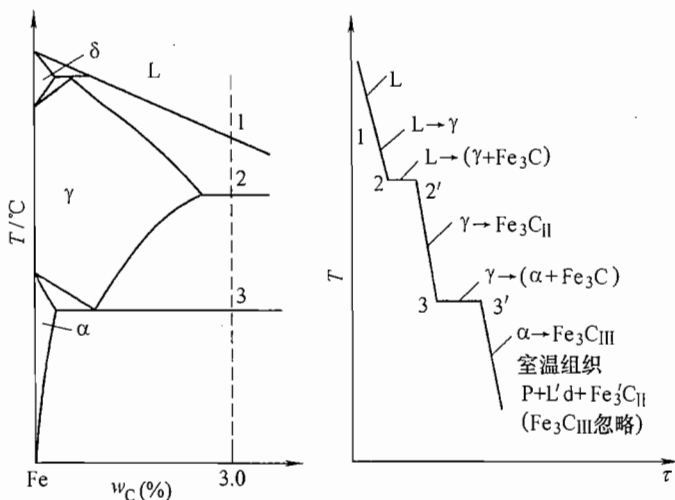

图 37-3 第四题第 3 小题解答图
3. 冷却曲线如图 37-3 所示。
含碳量为 3.0% 的亚共晶白口铁的结晶过程中, 与相图上各条曲线从上往下依次交于 1、2、3 点 (见图 37-3)。在 1—2 点之间按匀晶转变结晶出初晶 (或先共晶) 奥氏体, 奥氏体的成分沿 JE 线变化, 而液相的成分沿 ABC 线变化。当温度降至 2 点时, 液相成分到达共晶点 C , 于恒温 (1148°C) 下发生共晶转变, 即 $L_C \xrightarrow{1148^\circ\text{C}} L_d (\gamma_E + \text{Fe}_3\text{C}_F)$, 形成莱氏体。当温度冷却到 2—3 点温度区间时, 从初晶奥氏体和共晶奥氏体中析出二次渗碳体。随着二次渗碳体的析出, 奥氏体的成分沿着 ES 线不断降低, 当温度到达 3 点 (727°C) 时, 奥氏体的成分也到达了 S 点, 于恒温下发生共析转变, 即 $\gamma_S \xrightarrow{727^\circ\text{C}} P (\alpha_P + \text{Fe}_3\text{C}_K)$, 所有的奥氏体都转变为珠光体。所以最终的组织为: $P + \text{Fe}_3\text{C}_{II} + L'd$ 。